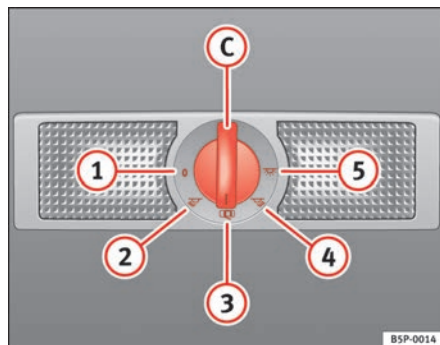

Abb. 83 Ausschnitt aus dem Dachhimmel: Innenleuchte und Leseleuchten hinten
Mit dem Schalter ⇒ Abb. 83 C können Sie folgende Positionen wählen:
In der Schalterstellung ⇒ Abb. 83 ① sind die Innen- und Leseleuchten ausgeschaltet.